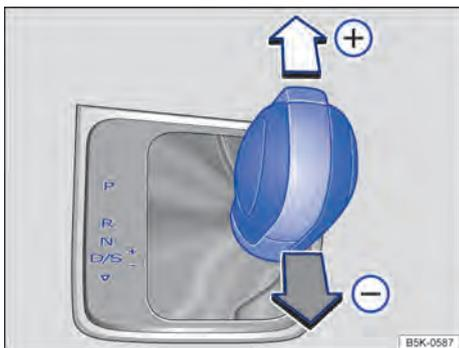

Fig. 125 Alavanca seletora na posição Tiptronic.
- Mover a alavanca seletora para frente ou para trás para aumentar ou diminuir a marcha \Rightarrow Fig. 125.